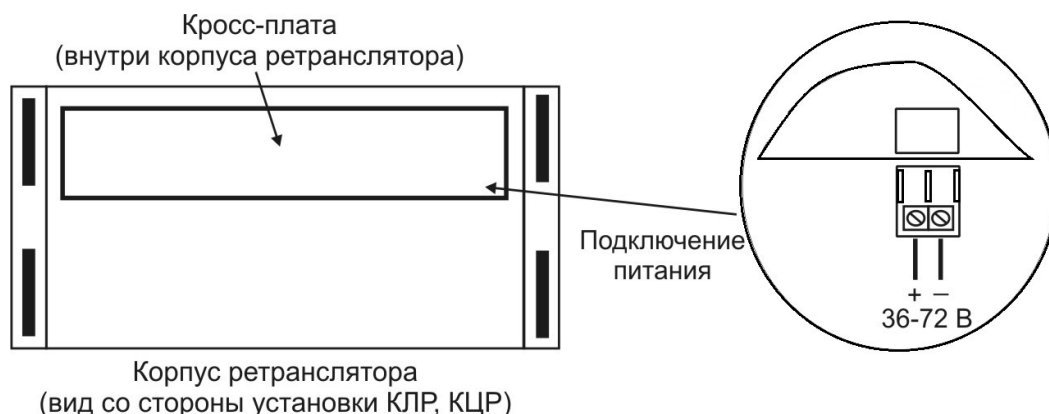

Рисунок 9 – Подключение питания к ретранслятору Приток-А-01
- Для ретранслятора Приток-А-01 – внутри корпуса (см. рис. 9);